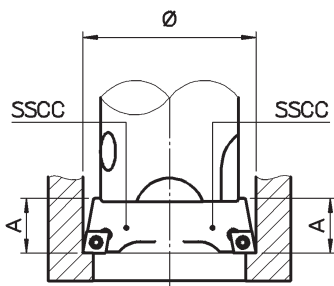

fig.1
- (fig. 1) two SSCC bit holders on the same plane and with the two cutting edges set at identical radial distance for high feed rate roughing operations.
- (Abb. 1) zwei Plattenhalter SSCC auf gleicher Höhe mit der Schneidkante der Wendeplatten auf gleichem Durchmesser einstellen. Für Schrupperarbeiten mit großem Vorschub.